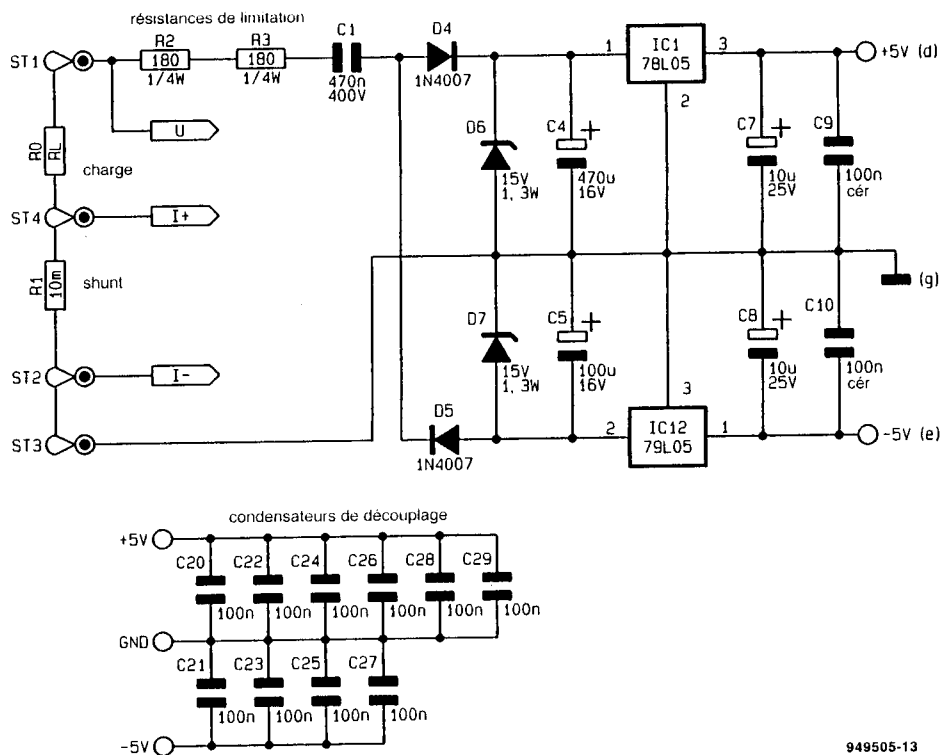

Figure 3. L'alimentation et les condensateurs de découplage.
- l'alimentation et le découplage (figure 3).